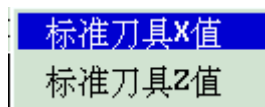
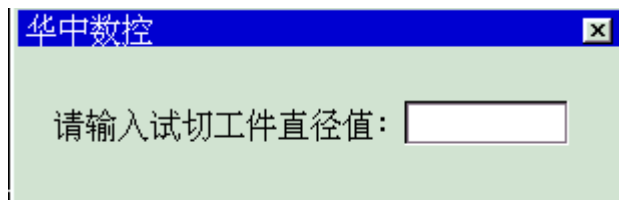

图 4.3.3
图 4.3.4 输入试切后工件的直(半)径值
- (3) 输入正确的标准刀具刀号;
- (4) 使用标准刀具试切工件外径, 然后沿着 Z 轴方向退刀;
- (5) 按 **F8** 键, 弹出如图 4.3.3 所示对话框, 用 ▲、▼ 移动蓝色亮条选择标准刀具 X 值;
- (6) 按 **Enter** 键, 弹出如图 4.3.4 所示输入框;
- (7) 输入试切后工件的直径值(直径编程) 或半径值(半径编程), 系统将自动记录试切后标准刀具 X 轴机床坐标值;
- (8) 使用标准刀具试切工件端面, 然后沿着 Z 轴方向退刀;
- (9) 按 **F8** 键, 弹出如图 4.3.3 所示对话框, 用 ▲、▼ 移动蓝色亮条选择标准刀具 Z 值;
- (10) 按 **Enter** 键, 系统将自动记录试切后标准刀具 Z 轴机床坐标值;
- (14) 按 **Enter** 键，弹出如图 4.3.4 所示输入框；
- (15) 输入试切后工件的直径值(直径编程) 或半径值(半径编程)，系统将自动计算并保存该刀相对标准刀的 X 轴偏置值；
- (16) 使用需设置刀具偏置值的刀具试切工件端面，然后沿着 Z 轴方向退刀；
- (17) 按 **F9** 键，弹出如图 4.3.3 所示对话框，用 ▲、▼ 移动蓝色亮条选择 Z 轴补偿；